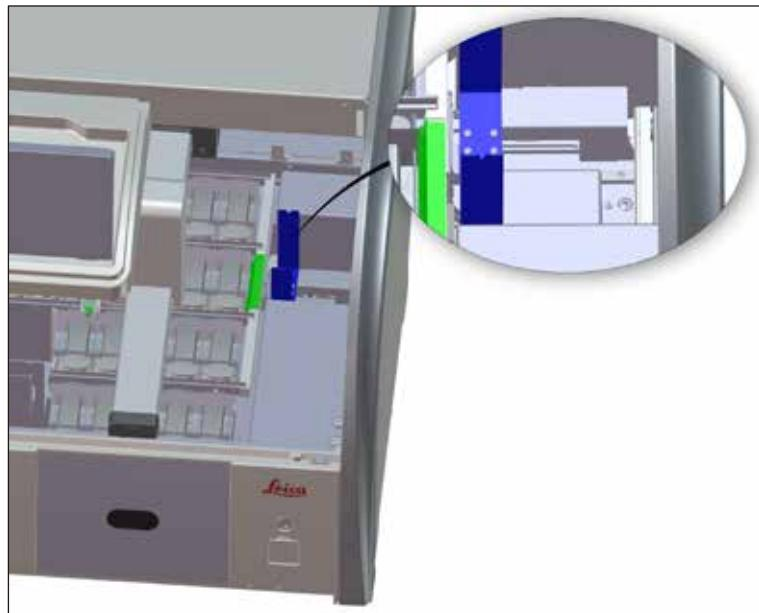

図96
- 搬送ステーション（→「図96」）は、試薬残渣がないか定期的に点検し、必要に応じて低刺激性で pH 中性の市販の洗浄剤で清掃します。